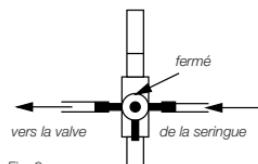

Fig. 8
- Pour éliminer intégralement l'air de l'appareillage de test stérile une fois assemblé, tourner le robinet à trois voies, comme indiqué sur la Fig. 8.
- tourner le robinet à trois voies, comme indiqué sur Fig. 8 pour isoler le manomètre.